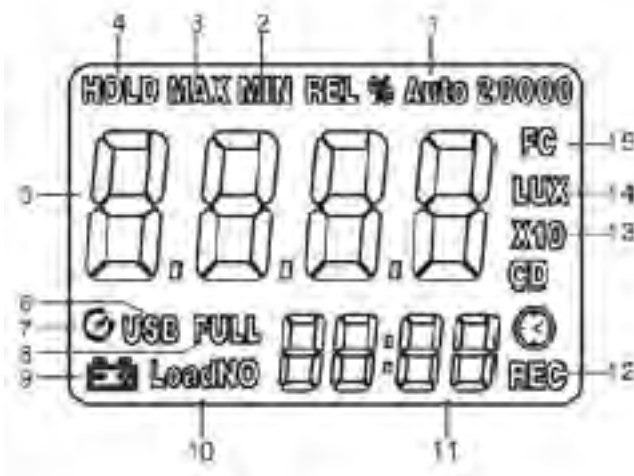

Figura 2
2. Símbolos de pantalla (Figura 2, Tabla 2)